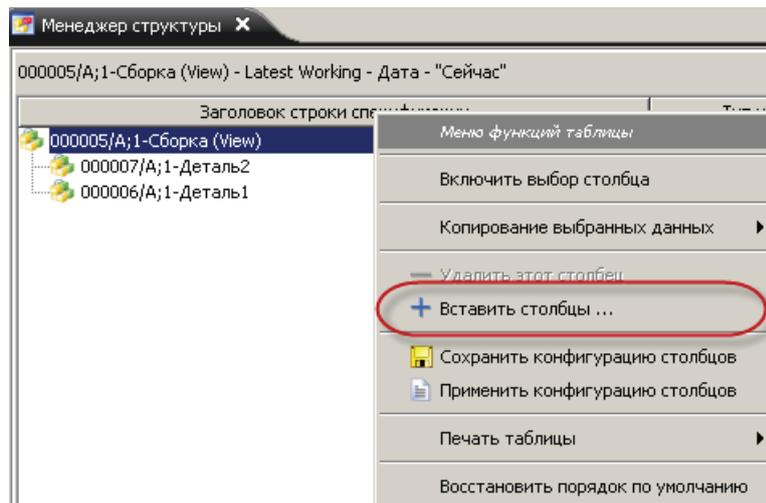

Рисунок 12.8
- подвести курсор к заголовку таблицы и по правой кнопке мыши в контекстном меню выбрать команду **Вставить столбцы...** (рис. 12.8);